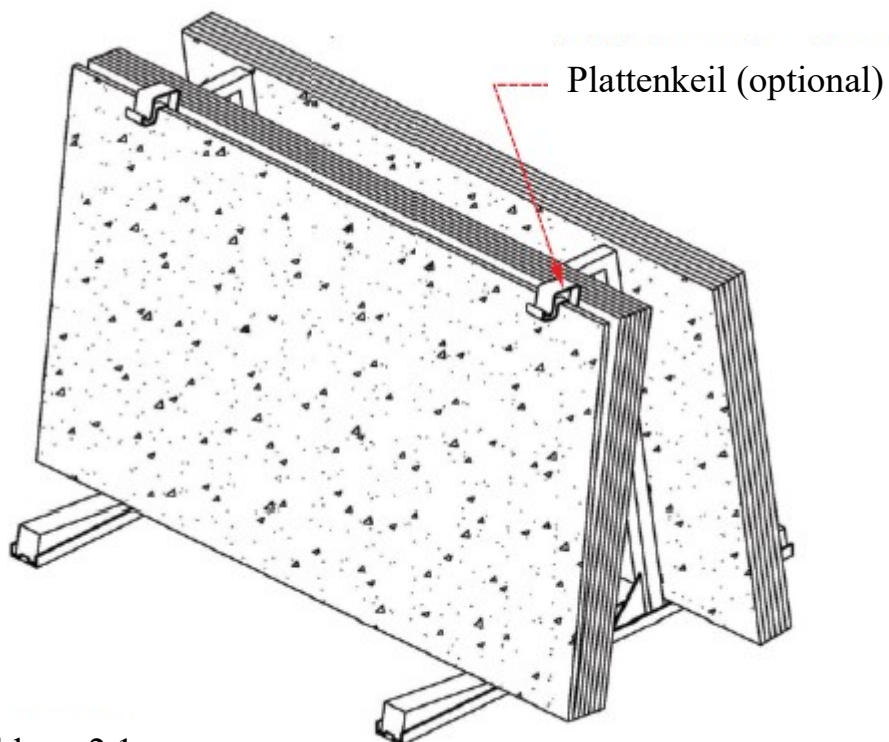

Abbildung 2.1
Schritt 2: Benutzen Sie Plattenkeile um eine Spalte zwischen der äußeren und inneren Platte zu erhalten (Abbildung 2.1).